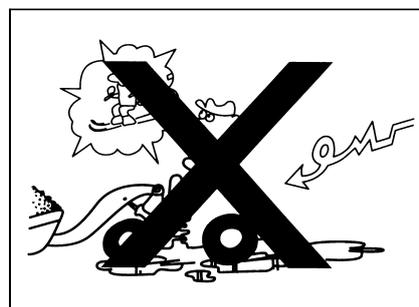

Рис. 1-53
- Не обработанное место, или не плоская поверхность дороги, или неаккуратные вещи на дороге иногда вызывают трудное управление рулевым колесом, в последствии чего возникает опрокидывание или другие аварии. Поэтому при движении по вышеуказанным местам необходимо снизить скорость(рис. 1-53). .